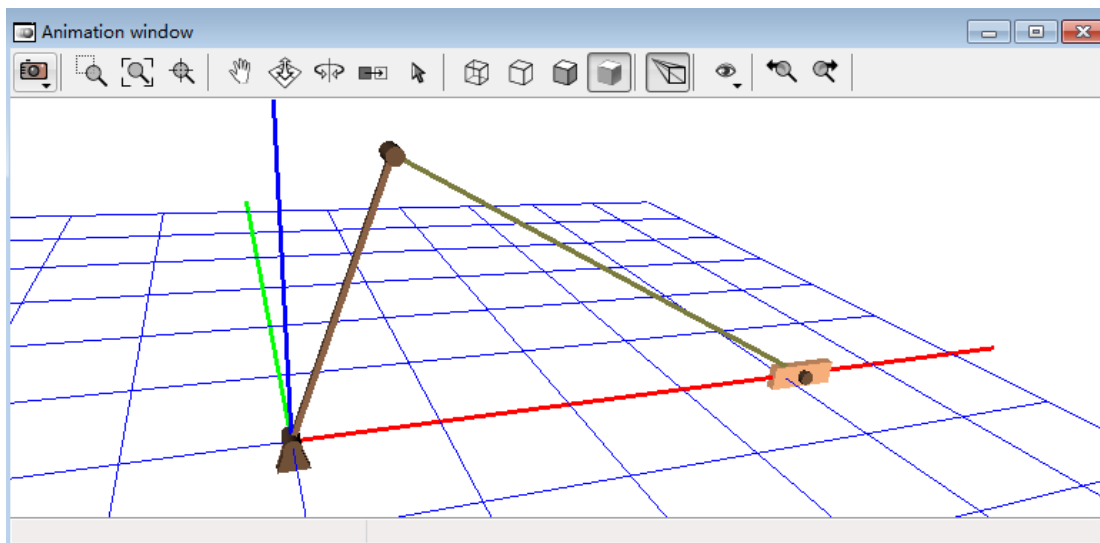
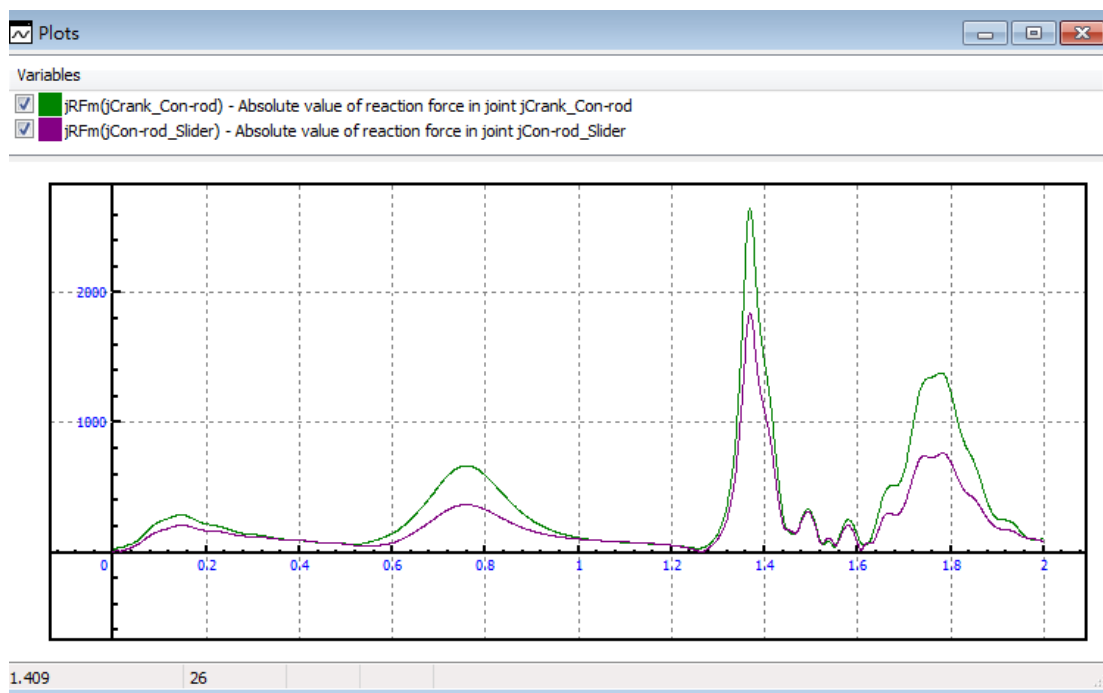

图 1.30
图 1.31
10. 点击 **Integration** 按钮开始仿真，在动画窗口可以观察机构的运动情况（图 1.30），在绘图窗口可以观察支反力时程曲线（图 1.31）。